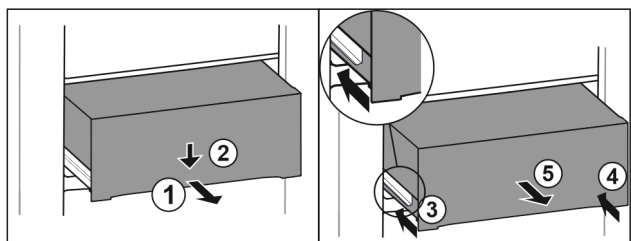

Fig. 80
- Predal izvlecite do polovice. Fig. 80 (1)
- Predal na sprednji strani potisnite navzdol. Fig. 80 (2)
- Levo vodilo potisnite približno 2 cm noter. Fig. 80 (3)
- Desno vodilo potisnite približno 2 cm noter. Fig. 80 (4)
- Predal vzemite ven v smeri naprej. Fig. 80 (5)